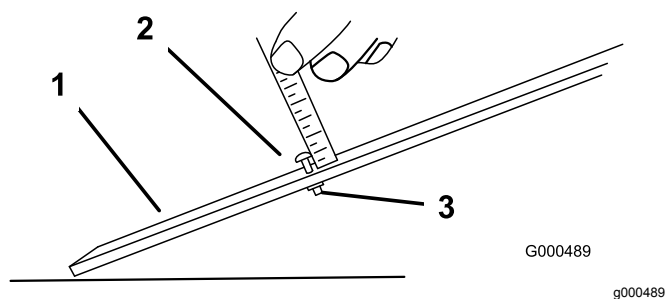

Figura 11
1. Allentate il dado sulla barra di misura e posizionate la vite di regolazione all'altezza di taglio opportuna (Figura 11).